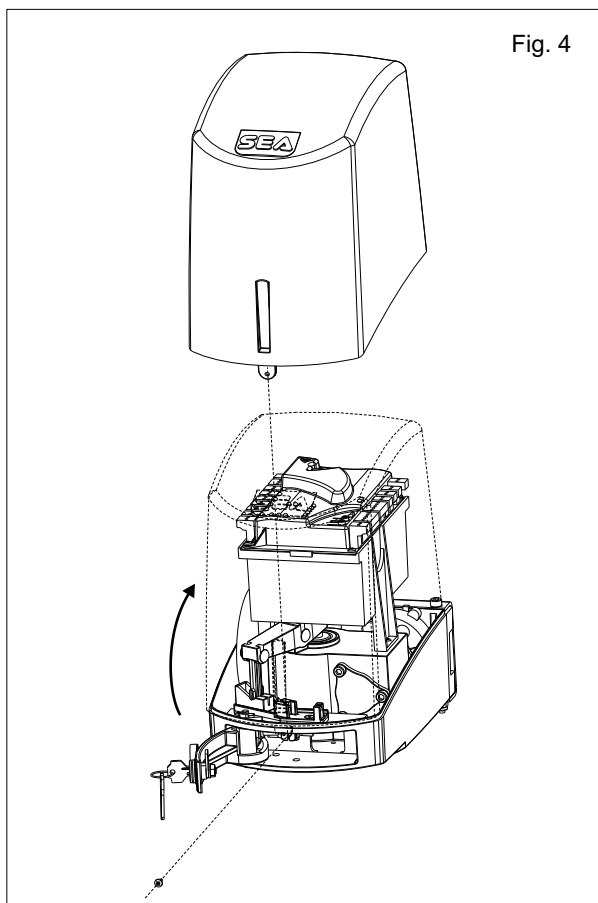

Fig. 4
El **FLIPPER** es un operador a batiente irreversible electromecánico para medios pilares para hojas de longitud máxima par a 2 m o peso máximo 200 kg (hacer referencia al gráfico fig. 4-a).
Abrir el portillo de desbloqueo y remover el tornillo puesto adentro (Fig.4)
GRÁFICO DIMENSIONES HOJAS FIG.4-A
- B.** el peso de cada hoja no sobrepase 200 kg (ver gráfico pag.40, fig. 4-A)
- C.** la longitud de cada hoja no sobrepase 2 m (ver gráfico pag.40, fig. 4-A)